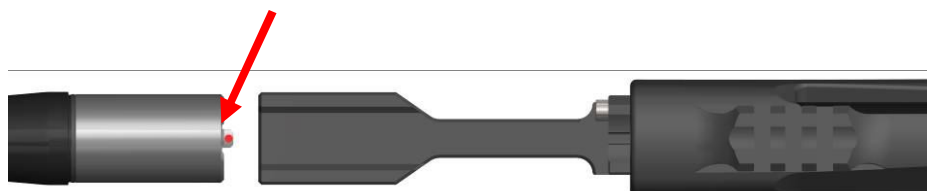

Рисунок 8
(6) Вставить сменный ствол без личинки затвора (внутри одной группы калибров), при этом обращать внимание на правильное позиционирование ствола (рис. 8). Красная точка на арретирующем носике должна показывать вверх.